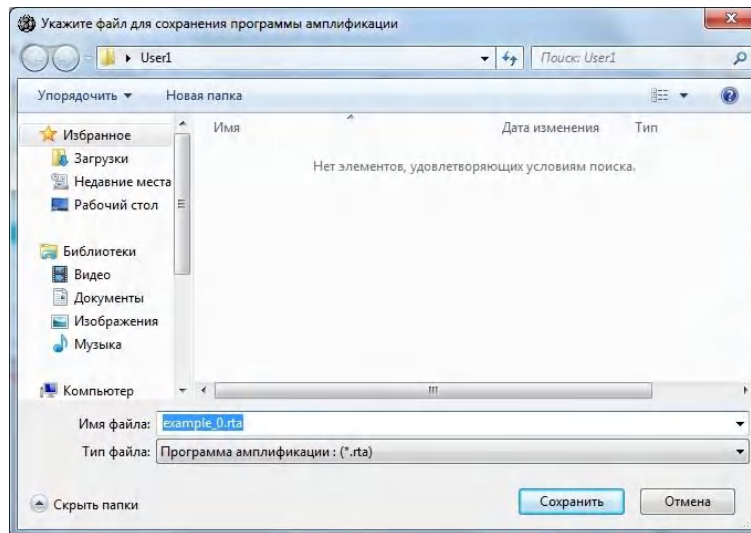

Рис.44 Сохранение программы амплификации.
2. В появившемся диалоговом окне (Рис.44) в поле **Имя файла** ввести имя созданной программы, используя буквы латинского алфавита.